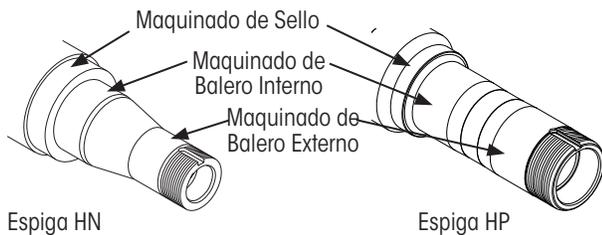

Figura 8: Maquinados de sello de espiga y balero
2. **Inspeccione** los maquinados de la espiga (Figura 8) por muescas, raspaduras, rebabas o marcas. De ser necesario, utilice una lija para reparar cualquier área dañada.
1. Con cuidado de no dañar el sello, **deslice suavemente** la maza sobre la espiga hasta que el sello esté contra el maquinado del sello de la espiga (Figura 8).